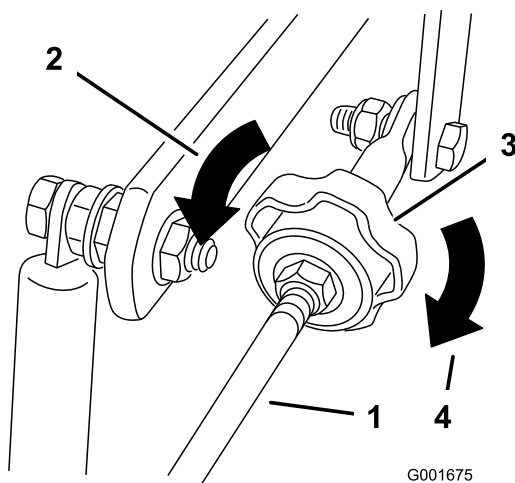

Figura 43
4. Per dirigere la macchina verso destra, girate la manopola verso il lato destro della macchina. Vedere Figura 43.
5. Per dirigere la macchina verso sinistra, girate la manopola verso il lato sinistro della macchina. Vedere Figura 43.